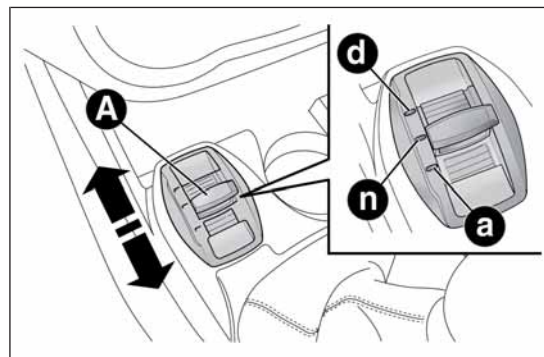

fig. 74
È un dispositivo che permette, agendo sulla levetta A fig. 74 (ubicata sul tunnel centrale), di selezionare tre diverse modalità di risposta della vettura a seconda delle esigenze di guida e delle condizioni stradali:
Sposta la levetta A fig. 74 verso l'alto (in corrispondenza della lettera "d") e rimani in questa posizione per 0.5 secondi e comunque fino a quando il relativo LED non s'illumina o l'indicazione "Dynamic" non viene visualizzata sul display (vedi fig. 77).
Sposta la levetta A fig. 74 verso il basso (in corrispondenza della lettera "a") e rimani in questa posizione per 0,5 secondi e comunque fino a quando il relativo LED non s'illumina o l'indicazione "All Weather" non viene visualizzata sul display (vedi fig. 79).
Per disinserire la modalità "All Weather", e ritornare in "Natural", segui la stessa procedura descritta per la modalità "Dynamic", con la differenza che la levetta A fig. 74 deve essere spostata in corrispondenza della lettera "a".
- ❑ In caso di avaria del sistema o della levetta A fig. 74, non potrai inserire nessuna modalità di guida. Sul display verrà visualizzato un messaggio di avvertimento.